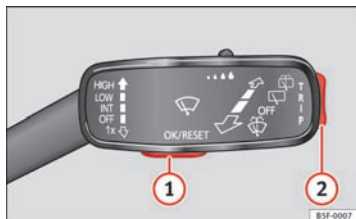
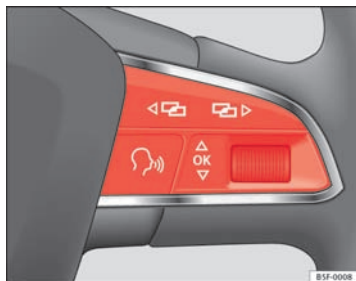

Fig. 40 Biler uden multifunktionsratt: knappen ① på betjeningsarmen til viskerne til valg af menuer og vippeknappen ② til skift mellem menuerne
Fig. 41 Højre side af multifunktionsrattet: knapper til valg af menuerne i kombiinstrumentet
- Hvis der vises en meddelelse eller et bilsymbol, skal du trykke på knappen ⇒ Fig. 40 ① på betjeningsarmen til viskerne eller knappen **OK** på multifunktionsrattet ⇒ Fig. 41.
- Ved betjening med betjeningsarm til viskerne: Tryk på vippeknappen ⇒ Fig. 40 ②, og hold den inde for at få vist hovedmenuen ⇒ Side 72 eller for at vende tilbage til hovedmenuen fra en anden menu.
- Ved betjening med multifunktionsratt: Hovedmenuen bliver ikke vist. Tryk flere gange på knapperne **<Z>** eller **>Z>** for at skifte mellem de enkelte hovedmenuer ⇒ Fig. 41.
- Tryk vippeknappen ⇒ Fig. 40 ② på betjeningsarmen til viskerne opad eller nedad, eller drej på hjulet på multifunktionsrattet ⇒ Fig. 41, indtil den ønskede menuoption bliver markeret.
- Tryk på knappen ⇒ Fig. 40 ① på betjeningsarmen til viskerne eller på knappen **OK** på multifunktionsrattet ⇒ Fig. 41 for at kalde undermenuoptionen frem.
- Tryk på knappen ⇒ Fig. 40 ① på betjeningsarmen til viskerne eller på knappen **OK** på multifunktionsrattet ⇒ Fig. 41 for at markere eller bekræfte valget.
- **Biler uden multifunktionsrat:** Tryk på vippeknappen **TRIP** på betjeningsarmen til viskerne ⇒ **Fig. 40**.
- Tryk på vippeknappen ⇒ Fig. 40 (2), indtil du får vist hovedmenuen for at få vist motorolietemperaturen. Kald **Fahrdaten (køredata)** frem. Blad frem til visningen af motorolietemperaturen med knappen (2).
- Betjening med betjeningsarm til viskere*: Tryk på vippeknappen ⇒ Fig. 40 (2), indtil hovedmenuen bliver vist. Kald **Fahrda-**